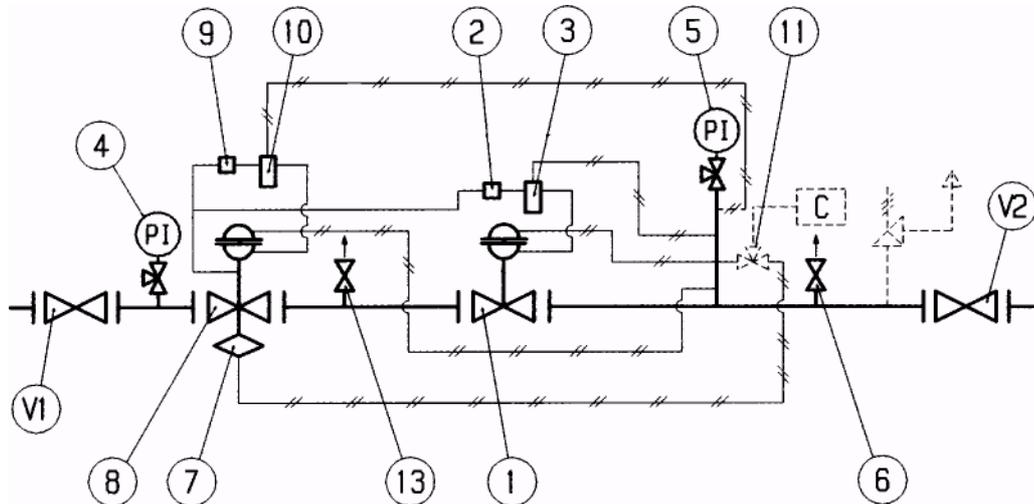

Рис. 16
5.5 ВВОД В ЭКСПЛУАТАЦИЮ РЕГУЛЯТОРА ПЛЮС УСТАНОВЛЕННЫЙ НА ЛИНИИ МОНИТОР DIXI СО ВСТРОЕННЫМ ОТСЕКАЮЩИМ КЛАПАНОМ (РИС. 16)